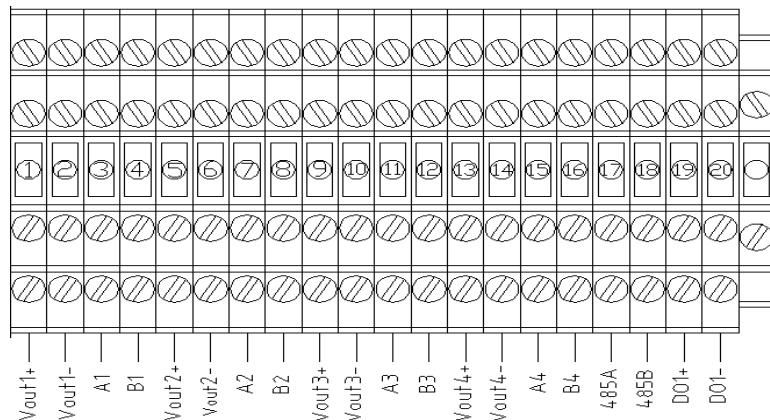

图 2
1) 监控系统接线端子置于主机柜内, 有 20 个单排接线端子, 其端子接线图如图 2 所示。